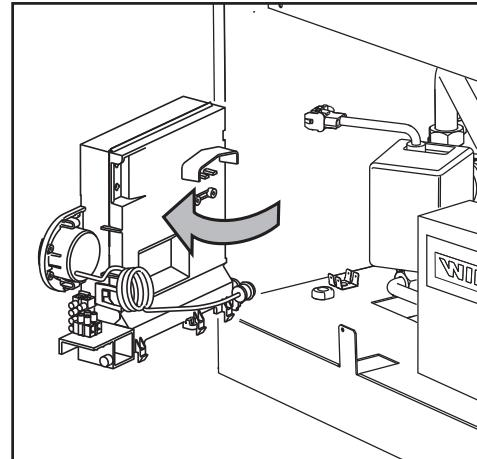

fig. 21
- Svitare le vite e ruotare il pannello comandi (vedi fig. 21).